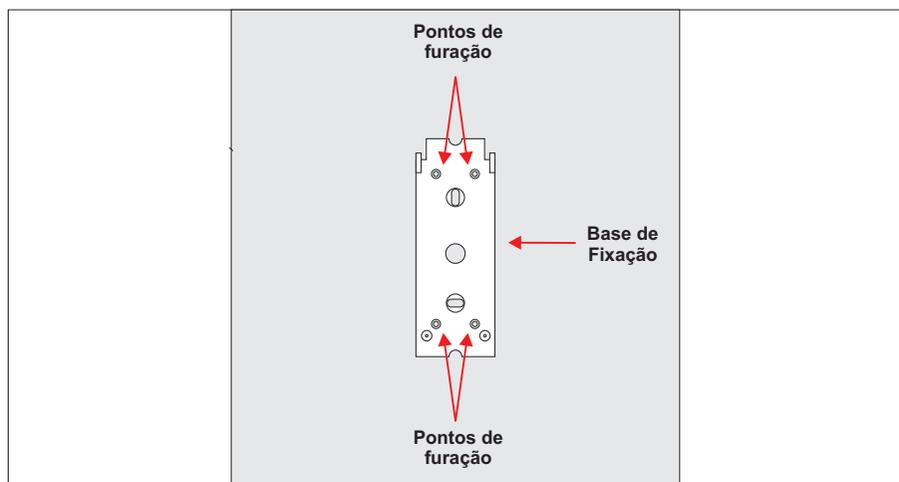

Figura 4
- Utilizando a Base de Fixação como guia marque os pontos de furação na superfície onde o equipamento será fixado (Figura 4);